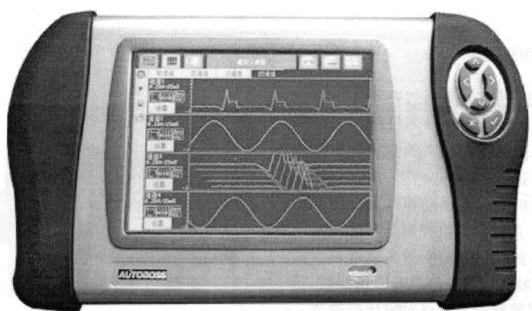

图 4-6 车博士诊断仪点火数据流与波形显示
(1) 点火系统基本检查
- ① 检查火花塞型号是否正确, 如大功率、大压缩比、高转速发动机应选用“冷型”火花塞(铂金、铱金火花塞); 小功率、小压缩比、低转速发动机应选用“热型”火花塞等。
- ② 检查火花塞间隙是否正常, 如一般间隙为 $0.6 \sim 0.8\text{mm}$ 。
- ③ 检查点火正时以及点火提前角是否正常。
- ④ 检查点火系统部件连接线路以及控制元件是否正常等。
(2) 点火系统自诊断 汽车电脑控制系统都具有自诊断功能, 当电脑控制点火系统出现故障时, 应首先利用汽车的自诊断功能调取存储在电脑内的故障码, 根据故障码可快速对电控系统自身故障的范围做出初步判断并进一步排除故障。
(3) 利用故障诊断仪分析点火数据流与波形 连接故障诊断仪进入点火系统, 如图 4-6 所示, 读取点火数据流与波形, 然后与标准数据进行比较判断。